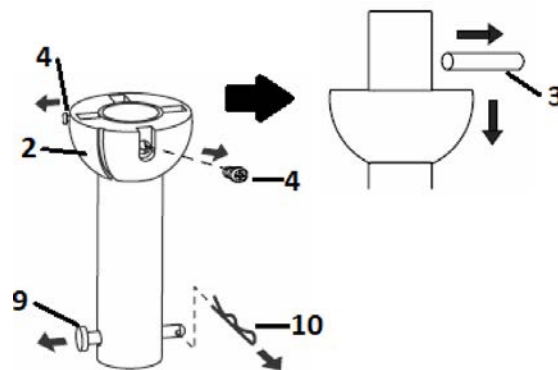

Fig. 4.1
1. Enlevez la rotule (2) et la cheville (3) de la tige descendante (6) en dévissant les vis de réglage (4). Enlevez la goupille de sécurité (9) en enlevant le clip de verrouillage (10) (**Fig. 4.1**). **REMARQUE : Gardez ces pièces, elles seront nécessaires pour le remontage ultérieur.**